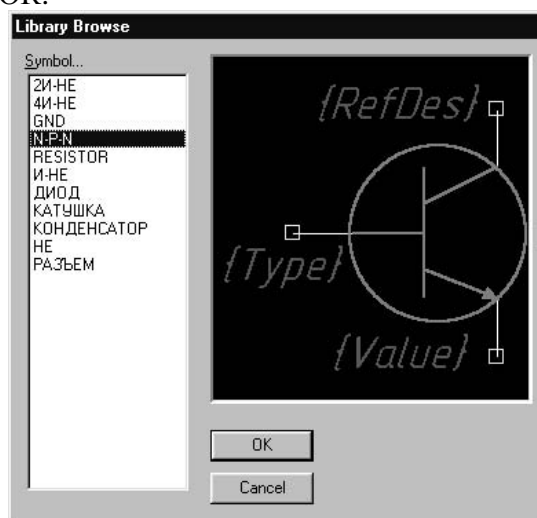

Рис.4.4.3
• Присоединить символ. Для этого следует нажать кнопку **Select Symbol**. В открывшемся окне **Library Browse** (рис.4.4.3) в списке символов найти «N-P-N», выделить его цветом и нажать кнопку ОК.